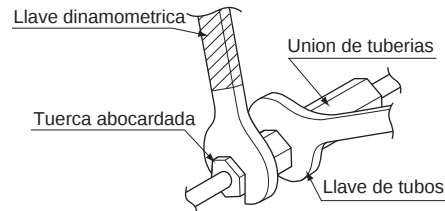

Figura 13
- Asegúrese de usar al mismo tiempo ambas, una llave de tubos y una llave dinamométrica (llave de torque), tal como se muestra en la figura, cuando se conecten o desconecten tuberías hacia/de la unidad. (Vea la Figura 13)